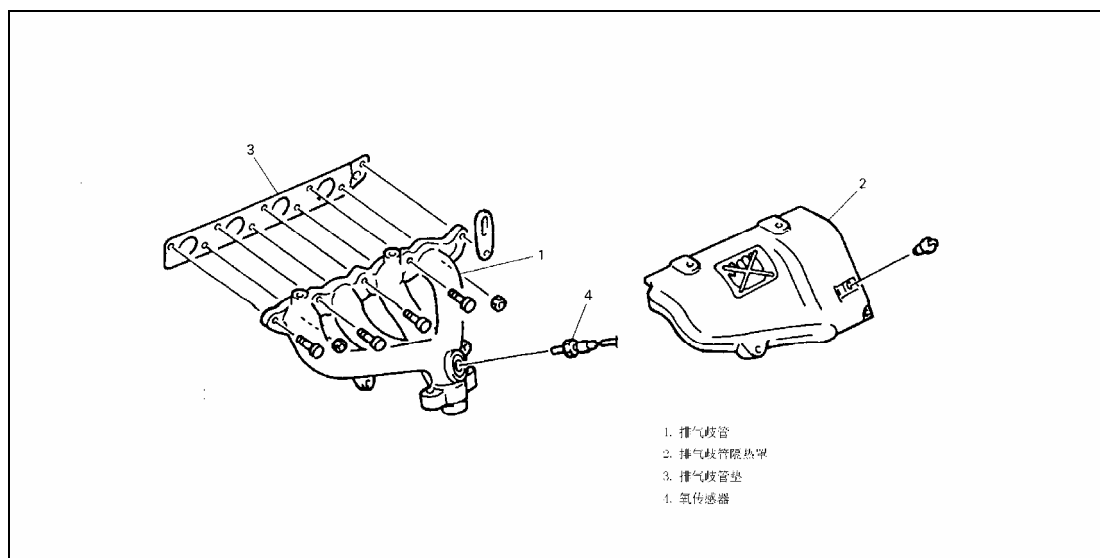

Рис. 4-26.
**\* Выпускной коллектор, Рис. 4-26.**